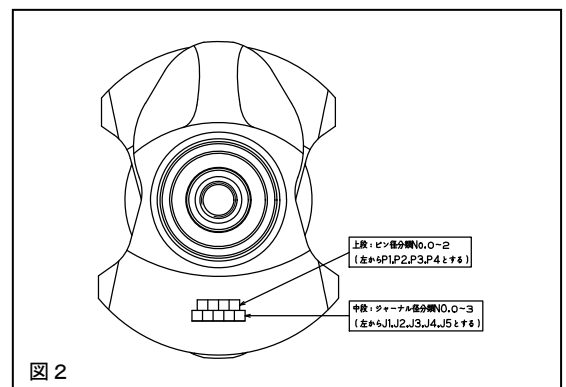

図 2
2. 3 クランクシャフトのフロントウエイト側面に刻印されているピン外径分類番号（上段）を確認してください。（図2）